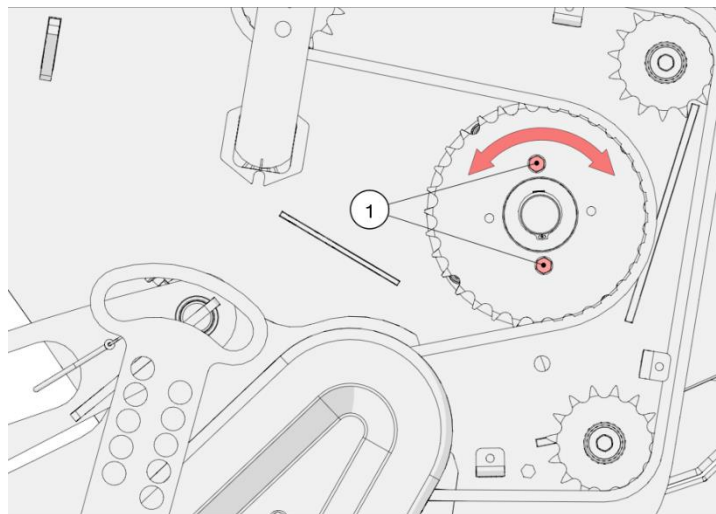

Figura 62. Sustitución de los tornillos de sujeción
- Retire los tornillos de sujeción cortados (1) y asegúrese de que no hay fragmentos de los tornillos destruidos entre los componentes del accionamiento (figura 62);
- Con una llave, gire el rotor y alinee los orificios del elemento de seguridad para insertar los nuevos tornillos de sujeción (1) y apriételos;